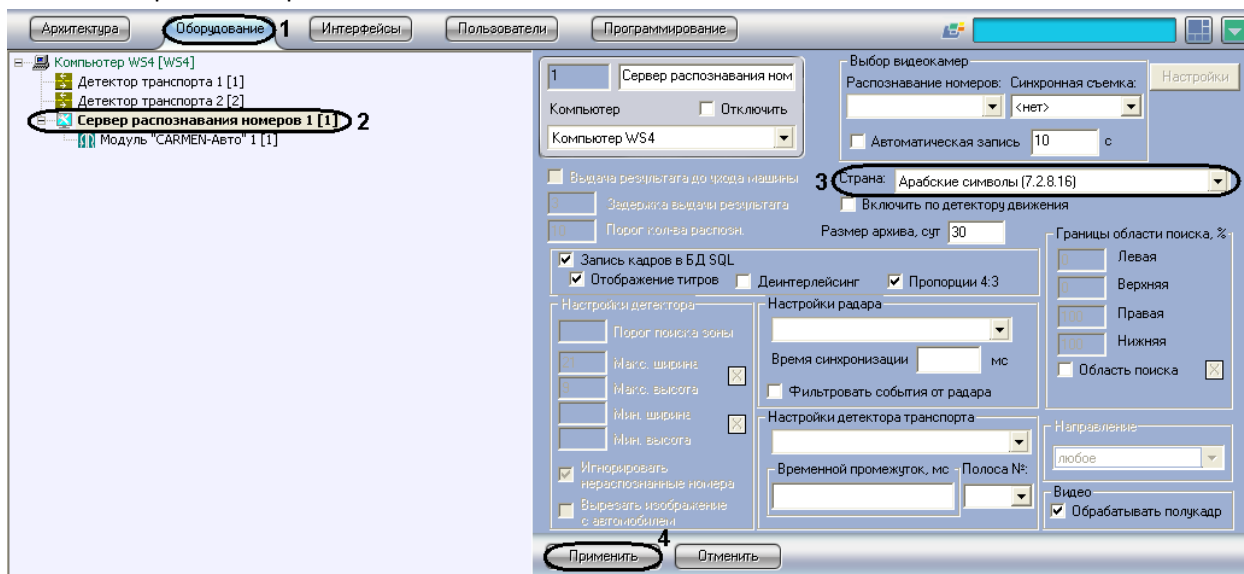

Рис. 7.2—16. Выбор режима распознавания номеров модулем «CARMEN -Авто»
1. В диалоговом окне «Настройка системы» перейти на вкладку «Оборудование» (Рис. 7.2—16, 1).
номеров», Рис. 7.2—16, 2). В правой части вкладки «Оборудование» отобразится панель настройки выбранного объекта.
3. Из списка «Страна» (см. Рис. 7.2—16, 3) выбрать одно из следующих значений: